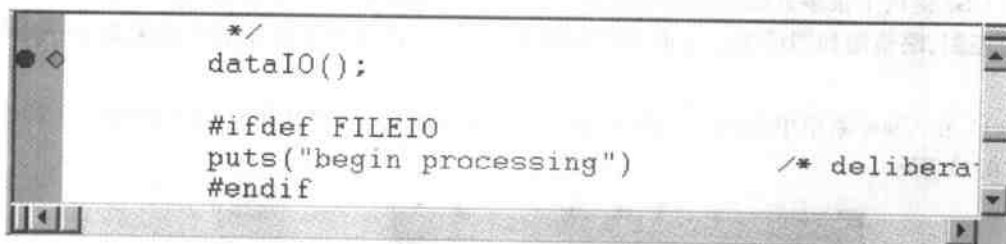

图 6.13 同时设置断点和探测点
(1) 在 `volume.c` 窗口中,将光标放在代码行“`dataIO()`”上。
(2) 在工程工具栏中单击  图标,在代码行“`dataIO()`”上设置断点,这时可以看到,该行同时有红色小圆点和蓝色小菱形,表示在该行上同时设置了一个断点和一个探测点,如图 6.13 所示。